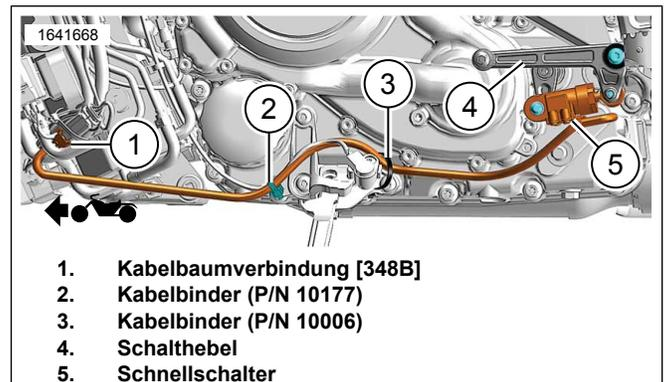

Abbildung 7. Schnellschalter
- b. Siehe Abbildung 7. Verbinden Sie den Schnellschaltkabelbaum und den Seitenständerschaltkabelbaum locker mit einem Kabelbinder (3).
- c. Verbinden Sie den Schnellschaltkabelbaum und die Seitenständerschaltkabelbaum locker mit dem Kabelbinder (2).
- a. Siehe Abbildung 7. Verbinden Sie die Seitenständerhalterung des Schnellschaltkabelbaum locker mit einem Kabelbinder (3).
- b. Verbinden Sie den Schnellschaltkabelbaum und die Seitenständerhalterung locker mit dem Kabelbinder (2).